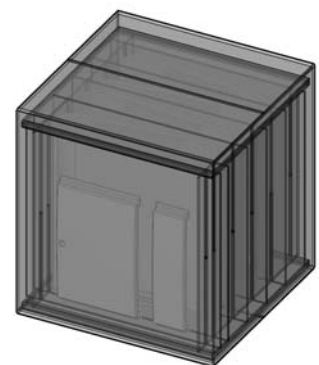

Abb. 2 - Verpackung der Keramikteile des Kaminofens Sava
- eine andere enthält die Keramikteile (Seitenwände und Frontblenden) Abb. 2 (die Kiste mit den Keramikteilen wird auf die Verpackung mit der Ofenstruktur positioniert).